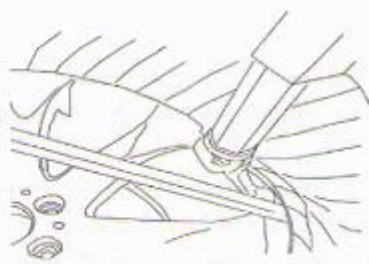

Рис. 16
**б-** Вставить монтажную лопатку в отверстие между бортом и ободом, зацепить борт на монтажную головку (рис. 16).